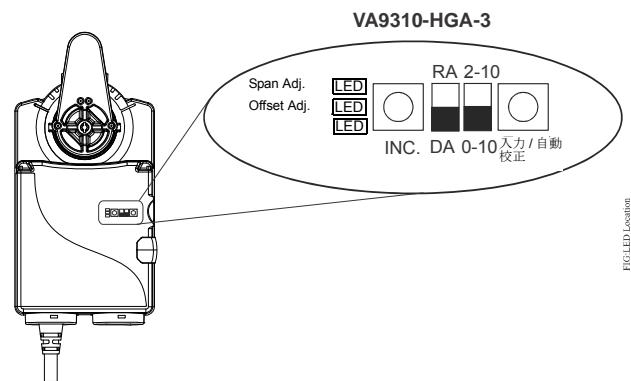

図 14: ディップスイッチと LED の配置
いては図 14 を参照してください。
自動校正プロセスを完了するには、3 個の LED がすべて点灯するまで **Enter/Autocal** (入力 / 自動校正) を押します。ディップスイッチと LED の図は図 14 で確認してください。
- まずディップスイッチ 1 と 2 を設定してから次に進みます。ディップスイッチの位置設定については図 14 を参照してください。